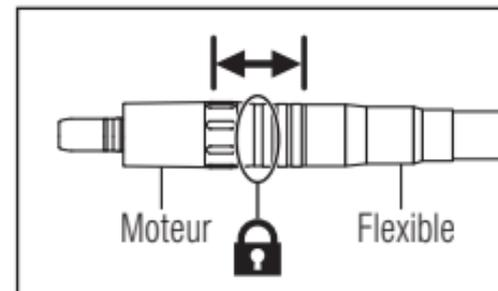

Fig. 3
- 2 Vérifiez que le moteur est fermement connecté au raccord (Fig. 3).